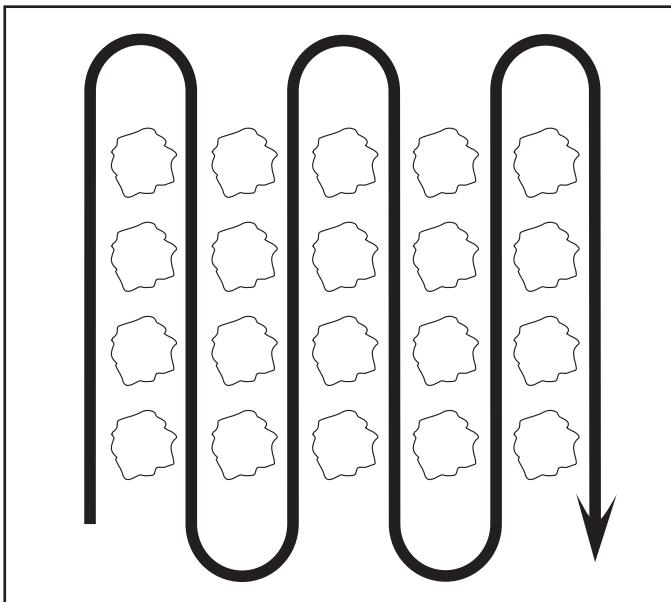

Fig. 14
- Binez les lignes de long en large à une vitesse qui permette aux dents de déraciner les mauvaises herbes et de laisser le sol à l'état brut pour faire en sorte que les mauvaises herbes et le gazon n'y poussent plus (Voir la Fig. 14).